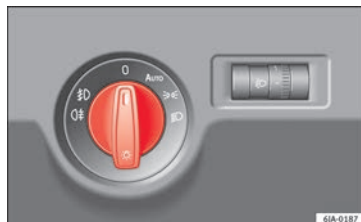

Fig. 45 Painel de instrumentos: comando das luzes
A localização dos comandos de controlo dos veículos **com o volante à direita** difere parcialmente da mostrada nas figuras aqui apresentadas » **Fig. 45** » Página 65. No entanto, os símbolos que indicam as respetivas posições dos comandos são iguais.
- Rodar o interruptor da luz »» Fig. 45 para a posição ☞.
- Rode o interruptor das luzes »» Fig. 45 para a posição 0.
rança rodoviária. Trata-se de umas luzes integradas nos faróis que se acendem sempre que se liga a ignição, caso o comando de luzes se encontre na posição **0** ou **AUTO** »» Fig. 45. É desativada automaticamente ao ligar a luz de presença.
Se o interruptor das luzes estiver na posição **AUTO** » **Fig. 45**, ligam-se ou desligam-se automaticamente a luz de presença e os médios, bem como a luz da matrícula.